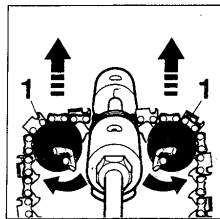

fig. 2
- 1- Positionner la chaîne sur les 2 supports (1) (fig.2) et régler la hauteur de la chaîne en tournant les supports.